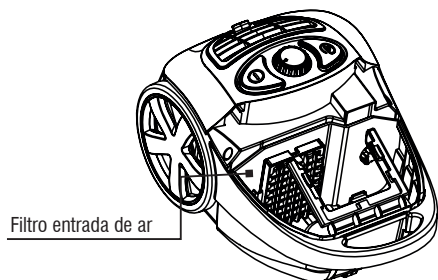

Fig. 16 – Filtro de entrada de ar
1. Abra a tampa frontal do aspirador, remova o saco de pó e retire o filtro de entrada, conforme Fig. 16;